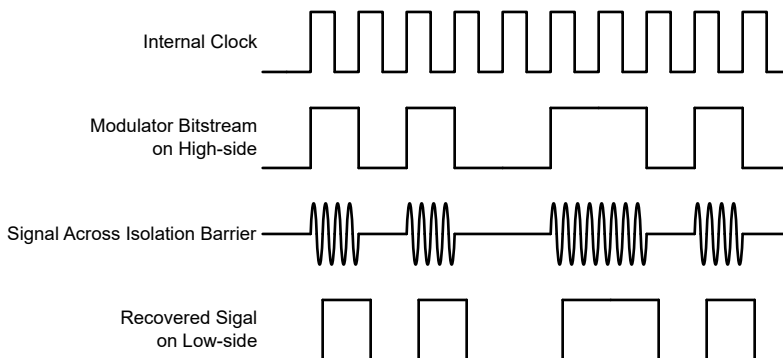

図 7-1. OOK ベースの変調方式
図 7-1 に示されているように、AMC0381D-Q1 は、オン / オフ キーイング (OOK) 変調方式を使用して、変調器の出力ビットストリームを、SiO₂ ベースの絶縁膜間で伝送します。送信ドライバ (TX) をに 機能ブロック図 示します。TX は、内部で生成された高周波キャリアを絶縁バリア越しに送信し、デジタル 1 を表現します。ただし、TX はデジタル 0 を表す信号を送信しません。AMC0381D-Q1 で使用されるキャリアの公称周波数は 480MHz です。